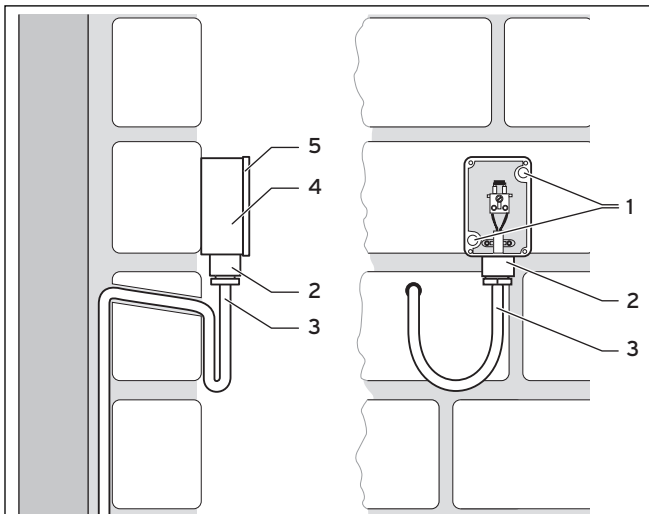

Abb. 4.2 Montage des Außenfühlers VRC 693
- Schließen Sie das Anschlusskabel an die Klemmen des Außenfühlers an (→ **Abb. 4.2**).